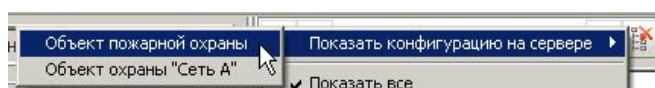

Рис. 7.4.2
- Вызов в «Меню структуры» пункта «Показать конфигурацию на сервере» предоставит на экран список объектов охраны, из которого необходимо выбрать нужный (см. Рис. 7.4.2):